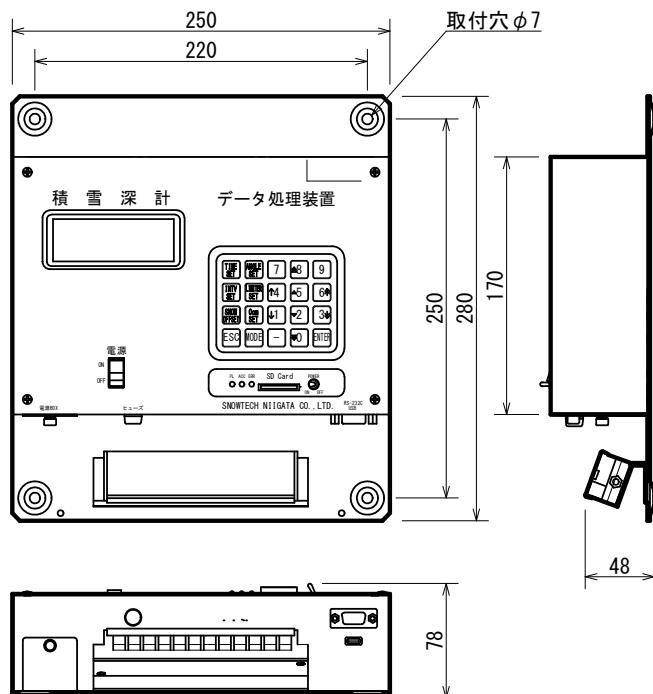

図 4
⑩ 取 付 穴……本装置を制御盤等に固定するために使用します。寸法詳細は、8頁図4を参照ください。
⑪ 製 造 番 号……製造番号が表記してあります。
- ① 電源スイッチ……SD カードロガーの電源を ON (入)・OFF (切) するスイッチです。
② カードスロット……SD カードを差し込むスロットです。
③ PL (緑) 表示……電源スイッチを ON (入) にするとランプが点灯します。
④ ACC (黄) 表示……SD カードにデータを書き込み時ランプが点灯します。
⑤ ERR (赤) 表示……エラーがある場合ランプが点滅します。
(2) データ処理装置
- ① 屋内仕様ですので、屋外に設置する場合は必ず屋外BOX（市販品）を用意して、その中に設置してください。
- ② 屋内に設置する場合は、壁面に設置するか机上に設置してください。机上の場合は、落下しないような処置をしてご使用ください。
- ③ 屋外BOX、壁面等に取付ける場合は、図4の寸法を参考に取付けてください。